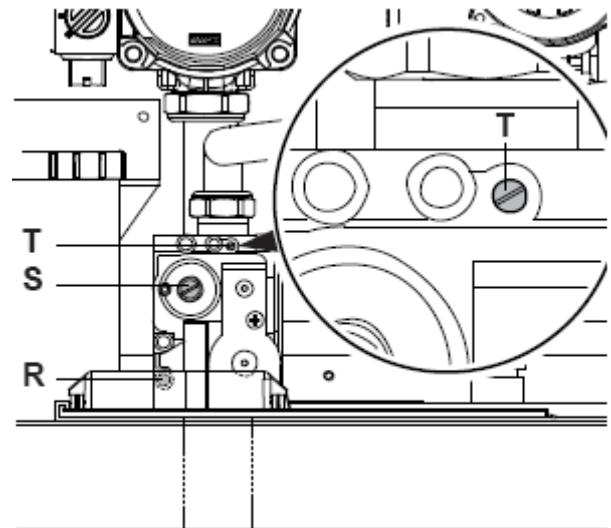

рис. 7.5
- Для настройки **CO2** котла (давление газа на горелке) открутите латунную заглушку (S) и прокручивайте шестигранный винт 4 мм (см. рис. 7.5). По часовой стрелке значение **CO2** увеличивается.
- Если эти значения не совпадают, прокручивайте винт регулирования максимума RQ (T) (см. рис. 7.5) газового клапана и настройте **CO2** на то же значение, которое приведено в Таблице (По часовой стрелке значение **CO2** уменьшается.).